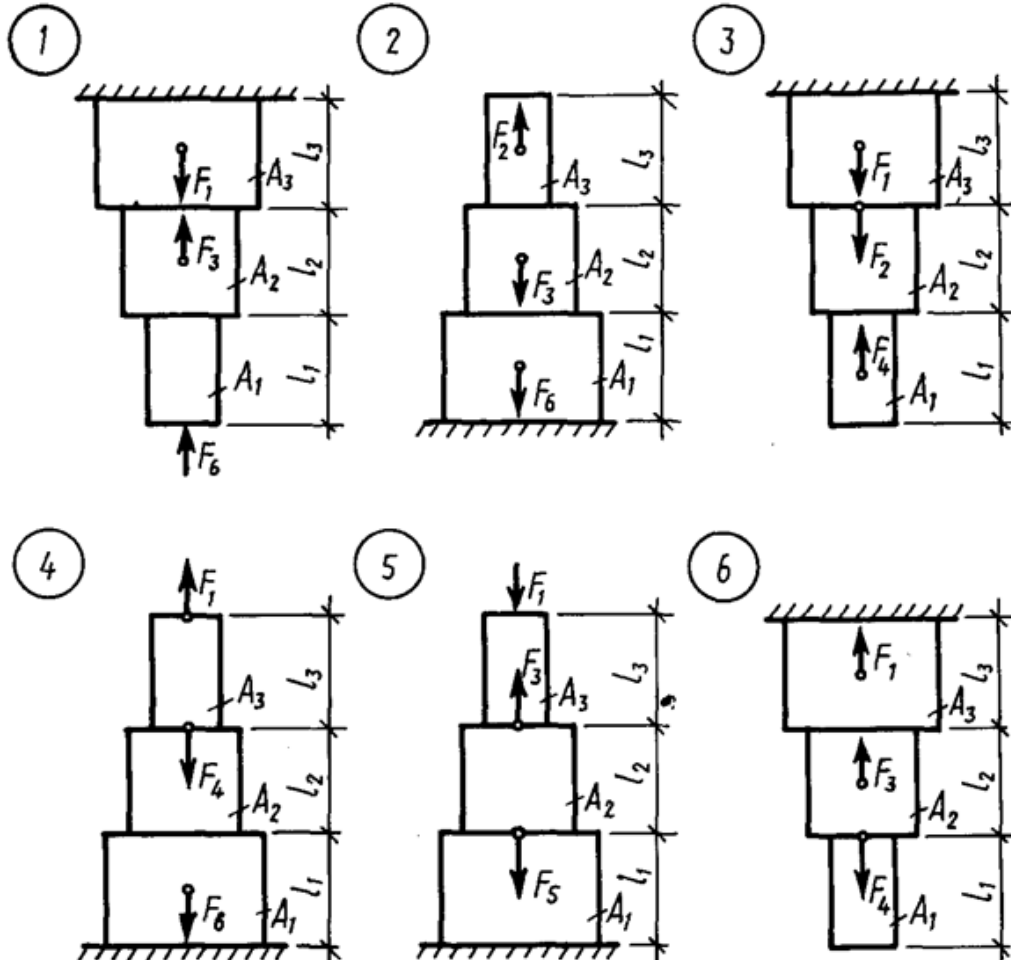

Рисунок 1 – Схемы для расчета ОС-2.1
**Исходные данные:** Ступенчатый стержень рис.1 находится под действием продольных расчетных сил  $F_i$  приложенных по концам или в центре соответствующего участка стержня. Материал стержня – сталь с допускаемым напряжением  $\sigma_{adm} = 160 \text{ МПа}$ . ( $R = 210 \text{ МПа}$ ).